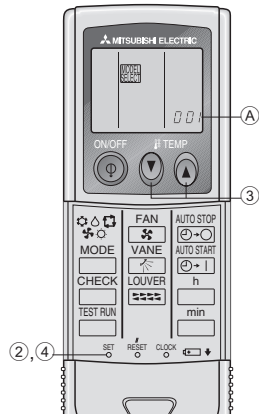

Fig. 6-6
3) Preparación inicial (Fig. 6-6)